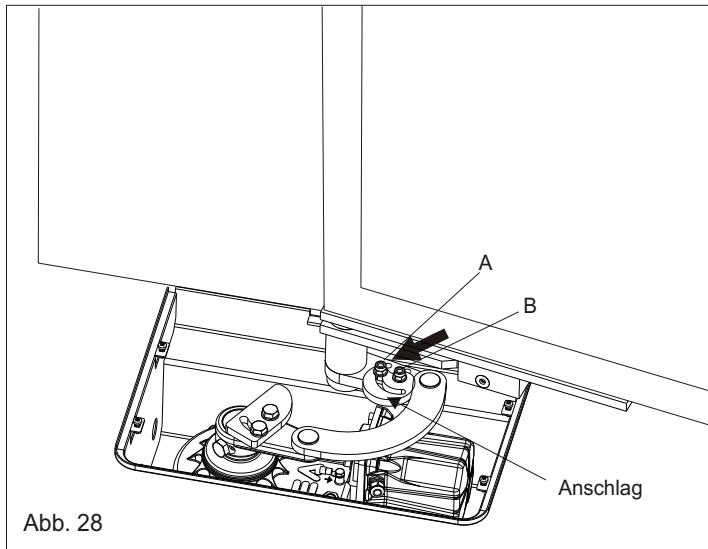

Abb. 28
6.4. Die Muttern A und B abschrauben, den Nocken, mit Hilfe der Gegenpleuelstange bis zum Anschlag drehen und die Muttern wieder festschrauben (Abb. 28)